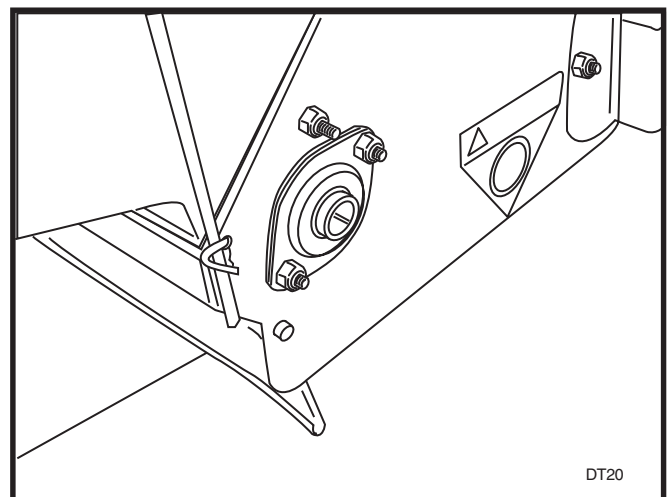

ABBILDUNG 2
9. Setzen Sie den Saatgutkasten auf die Einheit. Setzen Sie das Lager mit der Exzentermanschette nach außen wieder ein. Die Schrauben, mit denen der Saatgutkasten am Rahmen befestigt ist, MÜSSEN im Saatgutkasten auf Unterlegscheiben sitzen. NICHT zu fest anziehen und den Kunststoff deformieren, nur leicht anziehen. Siehe Abbildung 2.